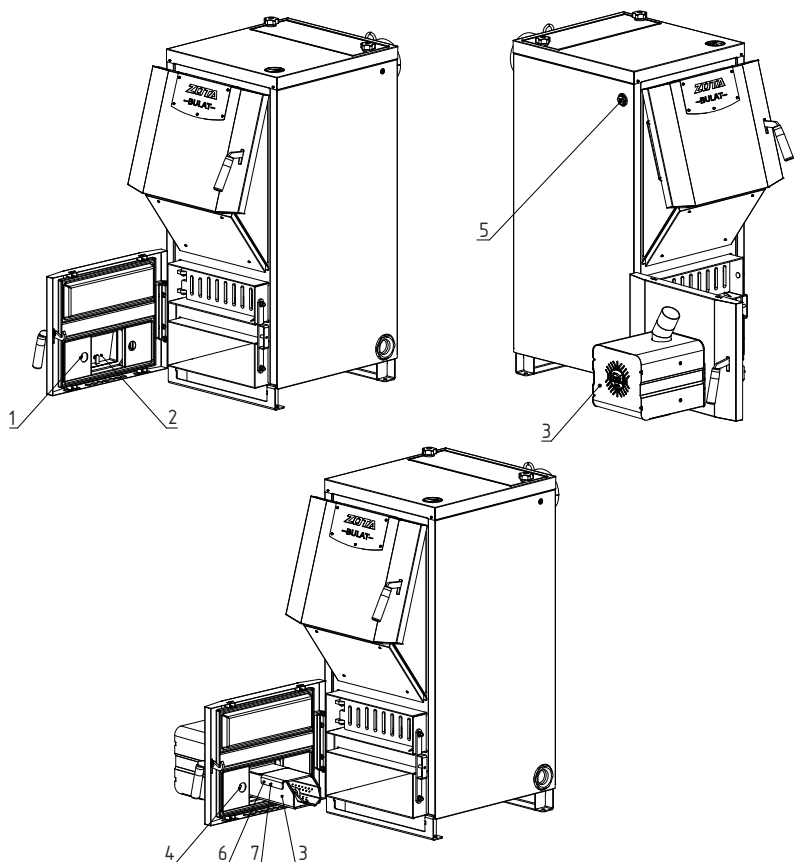

Рис. 11 Порядок установки пеллетной горелки на твердотопливные котлы ZOTA Bulat 18, 23, 28, 35, 45
6.3.6. Порядок установки пеллетной горелки на твердотопливные котлы серии ZOTA Bulat моделей 18, 23, 28, 35, 45. Рис.11.
- Выкрутите две гайки М8 (Рис.11, поз.1) и снимите поддувало (Рис.11, поз.2).
- Снимите с горелки отбойник (Рис.11, поз.6) выкрутив винты (Рис.11, поз.7) и установите горелку (Рис.11, поз.3) на котел как показано на рисунке 11, затем установите отбойник обратно зафиксировав его винтами.
- Зафиксируйте горелку двумя гайками М8 (Рис.11, поз.4).
- Для установки гильзы под датчики температуры и перегрева снимите пробку или тягорегулятор (если установлен) и установите гильзу (Рис.11, поз.7) в освободившееся отверстие.